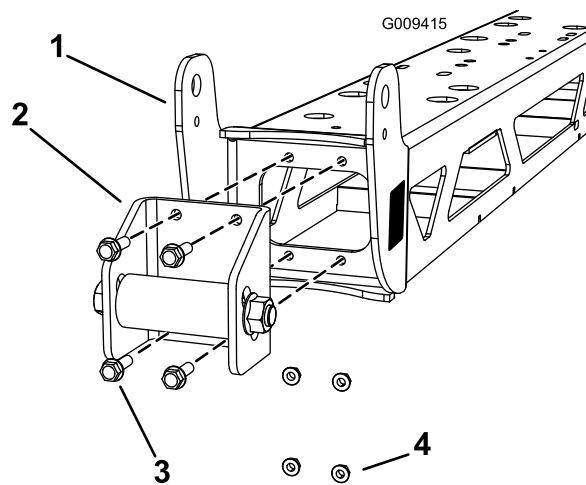

Figura 1
2. Rimuovete i 4 bulloni (5/16 x 1 pollice) e i 4 dadi (5/16 pollice) che fissano i ritegni al telaio della barra centrale, come illustrato in (Figura 1). Rimuovete i gruppi dei ritegni rigidi a entrambi i lati della barra centrale. Conservate tutti i pezzi per il loro successivo riutilizzo.